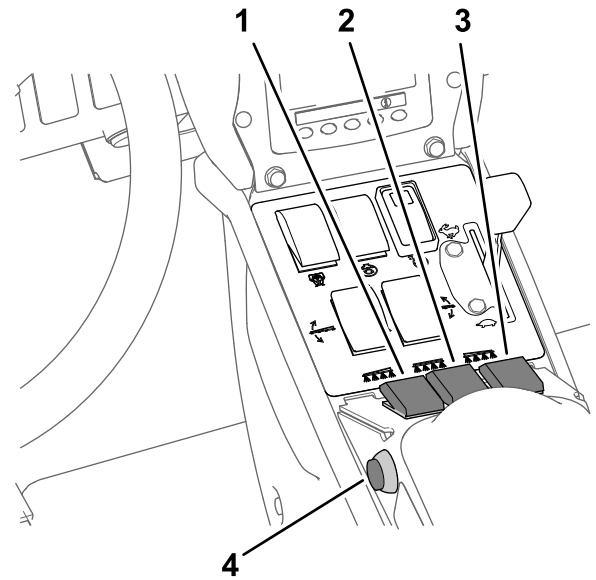

図 41
7. 個別ブームスイッチを ON にセットする 図 41。
10. 走行を開始し、所定速度に達したらマスターブームスイッチを ON にすると散布が始まる 図 41。
3. マスターブームスイッチを OFF にセットする 図 41 散布率モードでの散布 (ページ 32) を参照。
7. 散布したいブームのスイッチを ON 位置にする 図 41 散布率モードでの散布 (ページ 32) を参照。
9. 希望速度で走行し、マスターブームスイッチを ON にすると散布が始まる 図 41 散布率モードでの散布 (ページ 32) を参照。